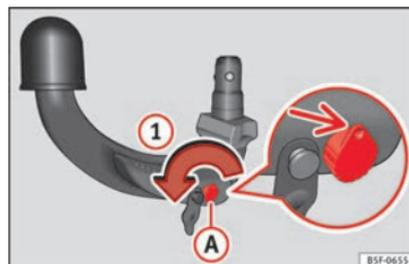

Fig. 233 Paso 1
- Gire la llave en el sentido de la flecha ① hasta que la parte agujereada de la llave llegue a su posición superior » fig. 233.